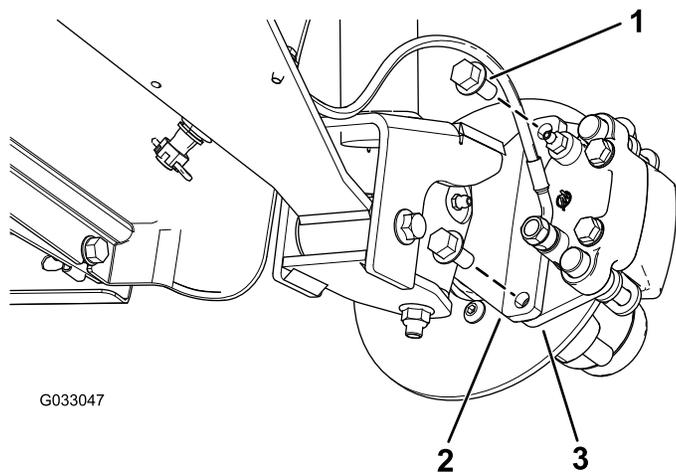
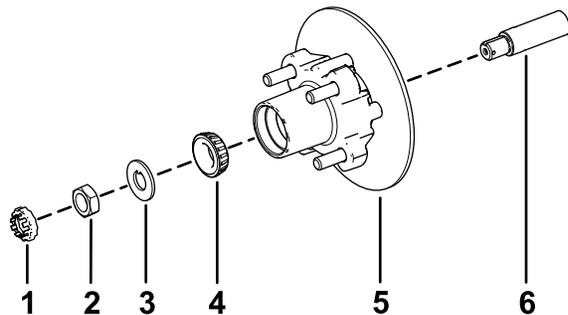

Рисунок 32
Рисунок 36
3. Выверните болты с фланцевыми головками ( $\frac{3}{8} \times \frac{3}{4}$  дюйма), которые крепят кронштейн тормоза в сборе к оси, и отделите тормоз от оси (Рисунок 32).
- Нанесите тонкий слой консистентной смазки указанного типа на ось (Рисунок 36).
- Установите ступицу и тормозной диск на ось так, чтобы тормозной диск был внутри (Рисунок 36).
- Установите наружный подшипник на ось и в наружное кольцо (Рисунок 36).
- Установите стопорную шайбу на ось (Рисунок 36).
поворачивая ступицу так, чтобы подшипник был посажен на место (Рисунок 36).
2. Совместите тормозные колодки с обеих сторон тормозного диска (Рисунок 32) с отверстиями в кронштейне суппорта и отверстиями в креплении тормоза на цапфе (Рисунок 36).
3. Закрепите кронштейн суппорта на цапфе (Рисунок 32) с помощью 2 болтов с фланцевыми головками ( $\frac{3}{8}$  x  $\frac{3}{4}$  дюйма).